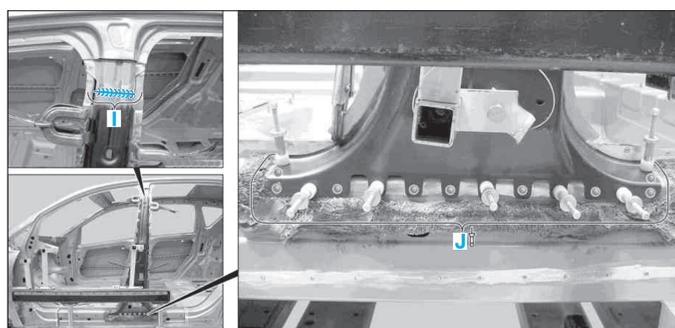

FIG. 75
- Riveter le montant B (rivet Polygrip à tête plate, tête ronde de Ø 6,4 x 14 mm) dans la zone (J) (Fig.75).
- Souder le montant B, zone (I).